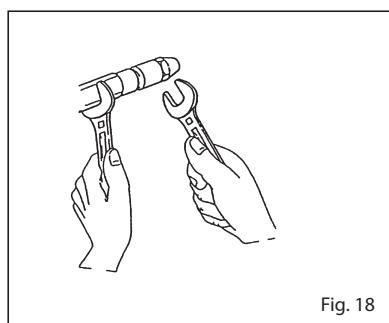

Fig. 18
#### 4.7.3 Dysens udskiftning (fig. 18)
- Blokér sprøjteholderen ved hjælp af en nøgle n° 19 og løsn dysen med en nøgle n° 16 (fig. 18).